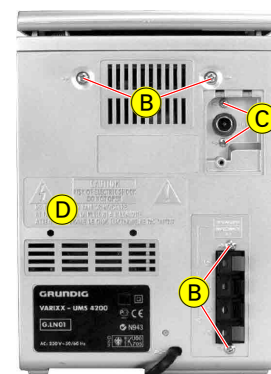

Fig. 4
- 4 Schrauben (B) (Fig. 4) herausdrehen.
- 2 Schrauben (C) (Fig. 4) herausdrehen.
- Rückwand (D) abziehen.